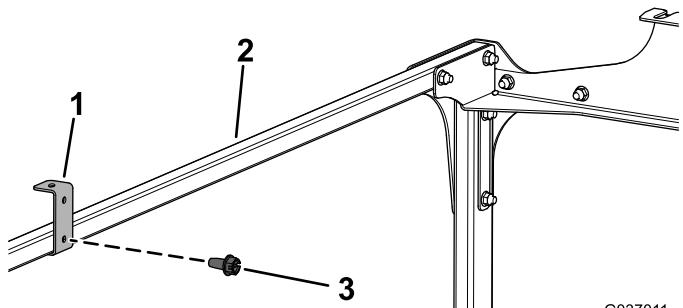

Рисунок 12
12. Установите два опорных кронштейна крыши на поперечные трубы с помощью двух самонарезающих винтов (1/4 x 1/2 дюйма), как показано на Рисунок 12.